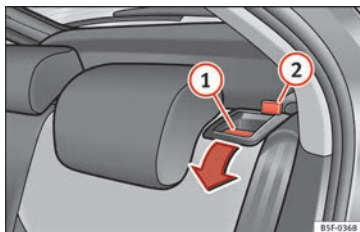

Fig. 150 Alavanca de desbloqueio do encosto.
- Pressione a alavanca de desbloqueio » **Fig. 150** ① no sentido da seta.
- Levante o encosto até encaixar corretamente » ⚠. Caso o encosto tenha encaixado corretamente, já não se poderá ver a marca vermelha do trinco » **Fig. 150** ②.